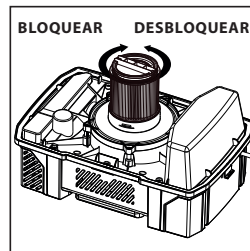

FIG. 3
- Coloque el retén del filtro en la parte superior del filtro del cartucho, sujete el cabezal de potencia con una mano y gire el asa del retén del filtro en sentido de las agujas del reloj para apretar, bloqueando el filtro en posición. (Fig. 3)